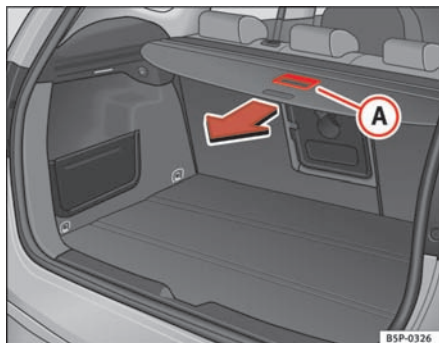

Fig. 124 Betjening af bagagerumsafdækningen
- Træk bagud i bagagerumsafdækningens greb **A**, indtil du hører en kliklyd ⇒ fig. 124.